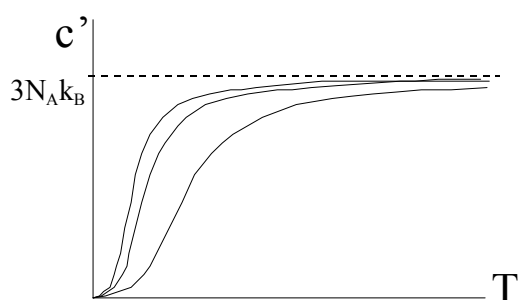

Figura 1. Dependències típiques de la capacitat calorífica molar en funció de la temperatura.
- Les gràfiques $c'(T)$ dels diferents materials (constituïts per un sol element químic) presenten una forma semblant a la que mostra la figura 1, on s'observa que, a partir d'una certa temperatura, $c' \approx 24,943 \text{ J} \cdot (\text{mol} \cdot \text{K})^{-1}$. Aquest valor correspon al producte $3N_A k_B$, on N_A és el nombre d'Avogadro i k_B és la constant de Boltzmann.